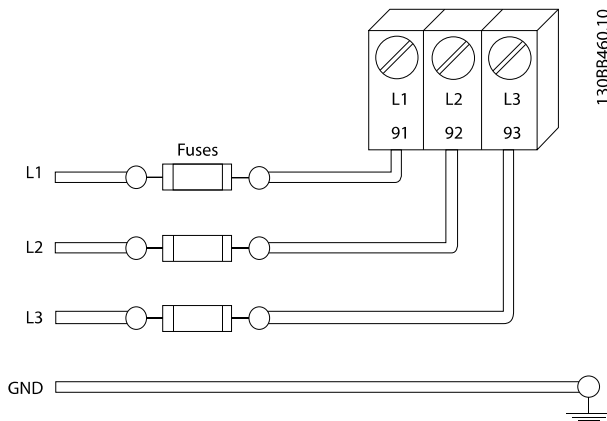

Ilustración 3.5 Convertidor de frecuencia Fusibles
- Todos los convertidores de frecuencia deben contar con protección contra cortocircuitos y sobreintensidad. Se necesitan fusibles de entrada para proporcionar esta protección. Véase la *Ilustración 3.5*. Consulte los valores nominales máximos de los fusibles en 8.2.2 *Cumplimiento de la normativa CE* y 8.2.3 *Tabla de fusibles*.